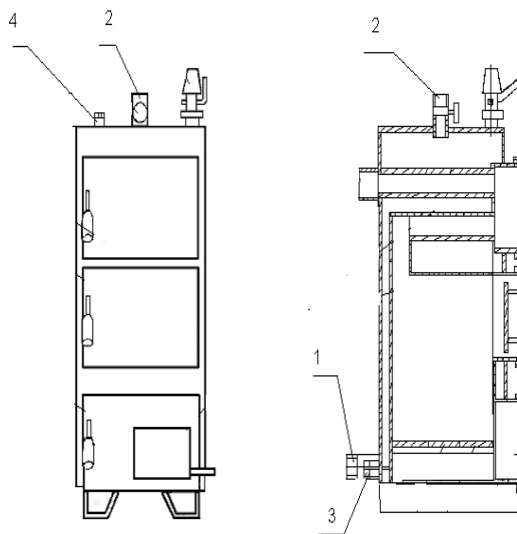

Рис.7
- Подключить линию контура отопления к патрубку подвода обратной воды (→ рис.7, поз. 1).
- Подключить линию отопления к патрубку отвода горячей воды (→ рис.7, поз. 2).
- Подсоединить предохранительный клапан к патрубку (→ рис.7, поз. 4).